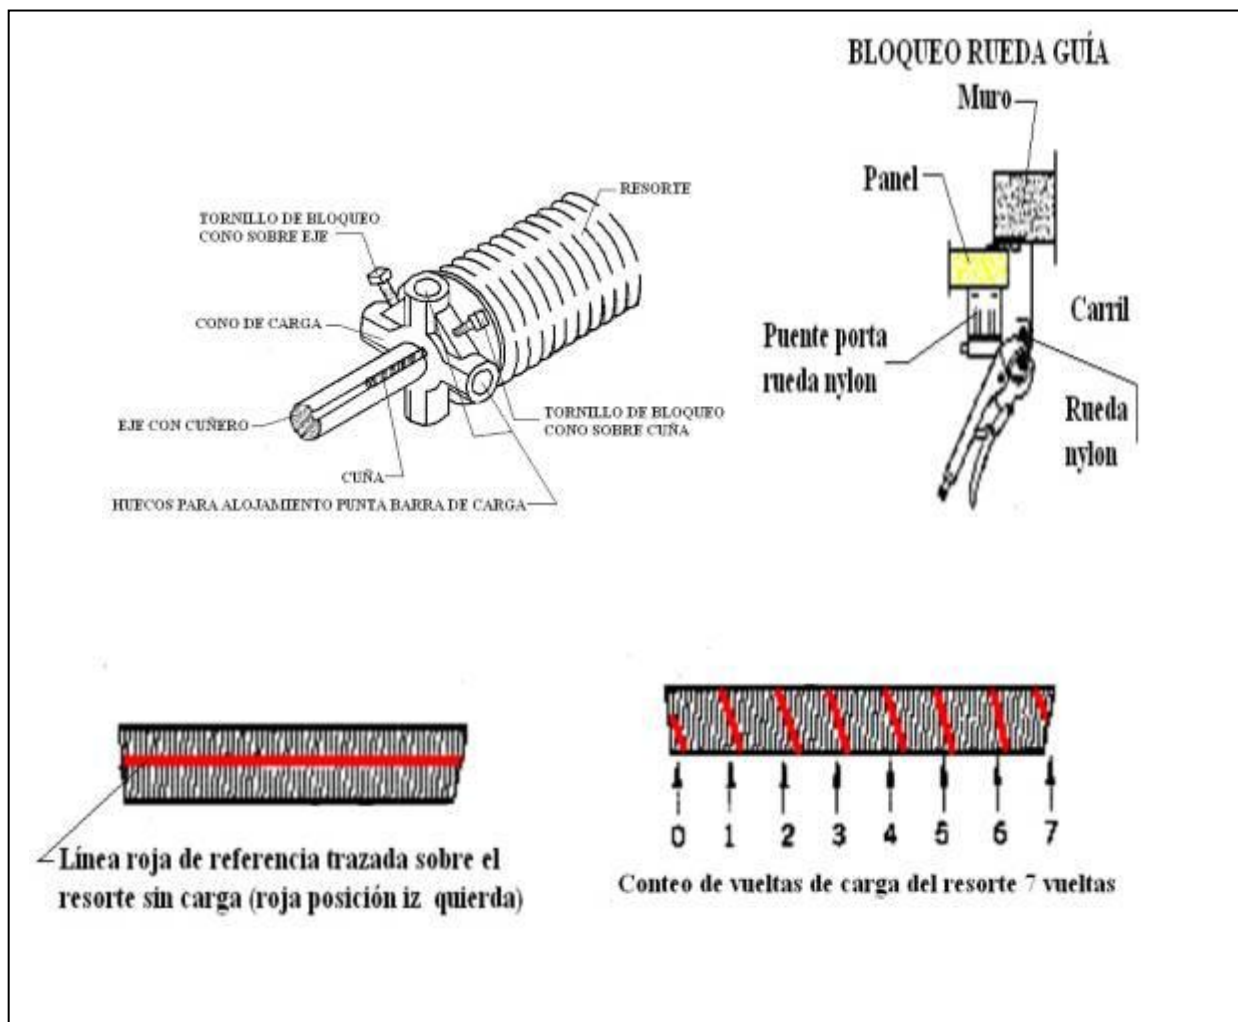

Fig. 6A Carga de los resortes de Torsión
- Bloquear mediante pinzas de presión el eje porta-resortes, teniendo en tensión el cable apenas montado. (Fig. 6A) Respetar las mismas operaciones para el cable izquierdo, verificando que ambos cables se encuentren perfectamente insertados y fijados en las ranuras apropiadas.
- Calcular la distancia "D" (ver Fig. 6A) con la fórmula indicada. Este espacio adicional será ocupado por el resorte después de la operación de cargue.
- Fijar sobre el eje en cercanía del punto "PI" una pinza de presión (Fig. 6A)
- El número de los giros de carga debe corresponder al número de espacios entre las espirales (ver Fig. 6A). Si después de dicha operación las espirales del resorte no cubren la distancia "D", es necesario apartar manualmente el cono de carga hasta cubrir una determinada distancia, de tal manera que las espirales se coloquen correctamente.